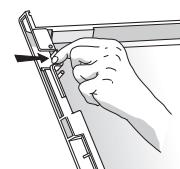

Fig. 3
1. Den Fachverschluss abnehmen, dazu die beiden seitlichen Befestigungen an der Unterseite lösen (siehe **Abb. 3**).